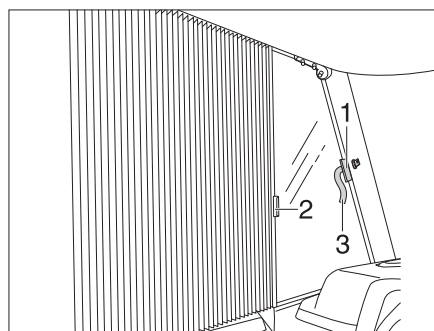

Bild 77 Plisségardiner för förar- och passagerarfönster
- Öppna kardborrbandet på säkringsbandet (Bild 77,3) på båda sidor.
- Ta tag i handtagen (Bild 77,1 och 2) i plisségardinen och dra försiktigt ihop dem tills magnetlåset håller plisségardinen stängd.
- Dra försiktigt tillbaka plisségardinen i handtagen (Bild 77,1 och 2).
- Säkra plisségardinen med kardborrbandet på säkringsbandet (Bild 77,3).